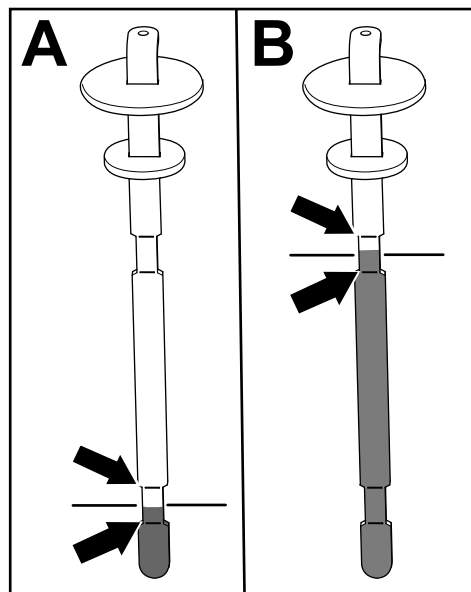

Рисунок 80
5. Извлеките щуп и проверьте уровень рабочей жидкости (Рисунок 80).
- Если у вас на машине установлен режущий блок: уровень гидравлической жидкости должен находиться на соответствующем уровне между 2 нижними отметками на щупе (А на Рисунок 80). Также допустимо, если уровень жидкости находится выше нижних отметок.
приводом: уровень гидравлической жидкости должен находиться на соответствующем уровне между 2 верхними отметками на щупе (В на Рисунок 80).